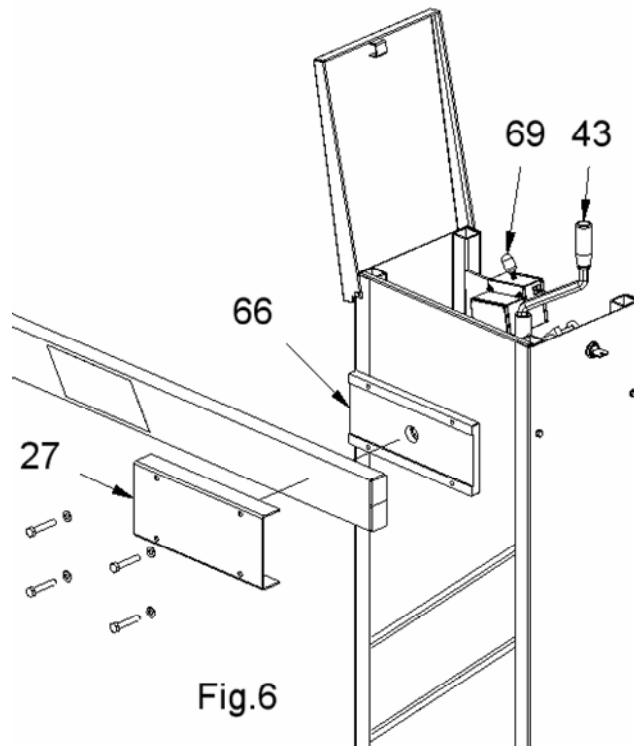
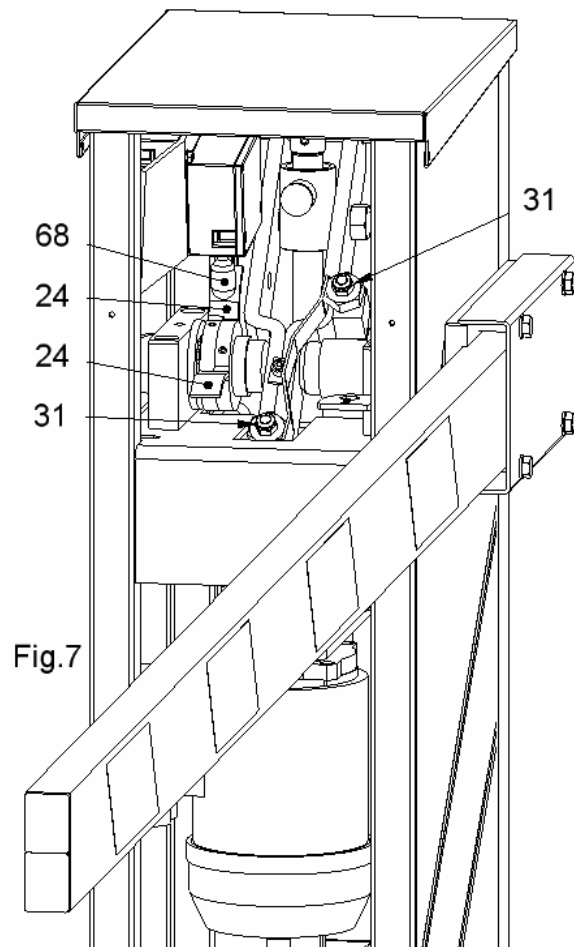
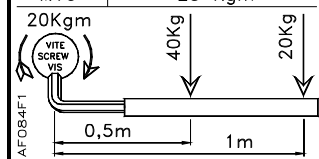

Fig.6
Fig.7
Fig.8
3) **I** Azionare manualmente la vite (pos.60 vedi cap.10 esploso componenti) con la maniglia (pos.43), finché la ganascia porta asta (pos.66) è orizzontale. Bloccare l'asta sulla ganascia (pos.66) con il copri ganascia (pos.27) e le 4 viti M8 (fig.6).
Manovrare manualmente con la maniglia (pos.43) la salita e la discesa dell'asta e verificare l'esatto intervento sia del fincorsa elettrico di salita/discesa (pos.68 vedi fig.7) sia degli arresti meccanici (pos.31 vedi fig.7) già preregistrati.
- (GB) Manually operate the screw (pos.60 see chap.10 exploded component) with the handle (pos.43), until the jaw (pos.66) is horizontal. Stop the arm on the jaw (pos.66) with the jam (pos.27) and the 4 screws M8 (fig.6).
Manually operate with the handle (pos.43) the slope and the descent of the arm and verify the exact intervention both of the electric limitswitch of opening/descent (pos.68 see fig.7) both of the mechanical arrests (pos.31 see fig.7) already registered.
- (F) Actionner manuellement les vies (pos.60 voir chap.10 explosé composantes) avec la poignée (pos.43), tant que l'étau porte-lisse (pos.66) est horizontal. Bloquer la lisse sur l'étau (pos.66) avec l'étau (pos.27) et les 4 vis M8 (fig.6). Manoeuvrer manuellement avec la poignée (pos.43) la montée et la descente de la lisse et vérifier l'exacte intervention soit du fin de course électrique du montée/descente (pos.68 voir fig.7) soit des arrêts mécaniques (pos.31 voir fig.7) déjà preenregistrés. Sur la barriere OCM IV800 les ressorts de balancement sont fournies à monter par le client (opération à faire avant le montage des lisses sur l'étau sur décrit). Relier la ligne d'alimentation, les lignes des commandements et des accessoires à la platine (pos.134 voir chap.10 explosé composantes) en suivant les normes en vigueur. Relier à masse. Pour les connexions électriques à la platine et pour eventuelles programmations et/ou régulations utiliser les instructions de connexion au trousseau de la même. Le fin de course (pos.69) bloque le fonctionnement électrique à couvercle ouverte.
- 4) (I) L'eventuale regolazione del finecorsa elettrico (pos.68) di salita/descesa si effettua agendo sulle 2 camme (pos.24) poste sull'albero di manovra che vanno ad intercettare il finecorsa nei 2 sensi di marcia. Il finecorsa elettrico di salita /discesa deve attivarsi un attimo prima che l'arresto meccanico (pos.31) intervenga (fig. 7).
- (GB) The possible regulation of the electric limitswitch (pos.68) of opening/descent on effects acting around 2 cams (pos.24) setted on the tree of manoeuvre that they go to intercept the limitswitches in the 2 senses of march. The electric limitswitch of opening / descent has to activate itself just an instant before the mechanical arrest (pos.31) intervenes (fig. 7).
- (F) L'eventuelle régulation du fin de course électrique (pos.68) de montée/descente s'effectue en agissant sur les 2 cammes (pos.24) positionnées sur l'arbre de manoeuvre qui vont intercepter le fin de course dans les 2 sens de marche. Le fin de course électrique de montée/descente doit s'activer un instant d'abord que l'arrêt mécanique (pos.31) intervienne (fig. 7).
Smontare la ganascia porta asta (pos.66 fig.6) fissata all'albero di manovra e riposizionarla sul lato opposto dell'albero di manovra previo smontaggio del tappo in plastica di colore nero che andrà a chiudere il foro lasciato libero sul lato opposto. Attenzione il serraggio della vite a brugola che fissa la ganascia all'albero di manovra deve rispettare i valori riportati sulla targa adesiva presente sulla ganascia (vedi fig. 8).
To get off the jaw of the arm (pos.66 fig.6) fixed to the tree of manoeuvre and put it again on the opposite side of the tree of manoeuvre previous uninstal the black plastic cork that it will close the hole left on the opposite side free. Warning: the shutting of the socket cap srew that fixes the jaw to the tree of manoeuvre has to respect the values brought on the present adhesive plate on the jaw (you see fig. 8).
L'eventuelle transformation doit être effectuée par personnel qualifié : Démontez l'étau porte-lisse (pos.66 fig.6) fixée à l'arbre de manoeuvre et la remettre sur le côté opposé de l'arbre de manoeuvre en ayant démonté en avant le bouchon en plastique de couleur noire qui ira fermer le trou laissé libre sur le côté opposé. Attention : le serrage des vies à brugola qui fixe l'étau à l'arbre de manoeuvre doit respecter les valeurs rapportées sur la plaque adhésive présent sur l'étau (voir fig. 8).